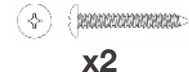

**Fig. 1**
2. Déterminez l'emplacement désirée du knockout des fils (**Fig. 1**), puis retirez le knockout gauche ou droit en conséquence. Installez la bague (fournie) dans le knockout.